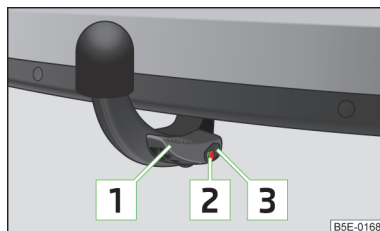

Fig. 145
- ✓ La manette [1] se trouve dans sa position supérieure » fig. 145.